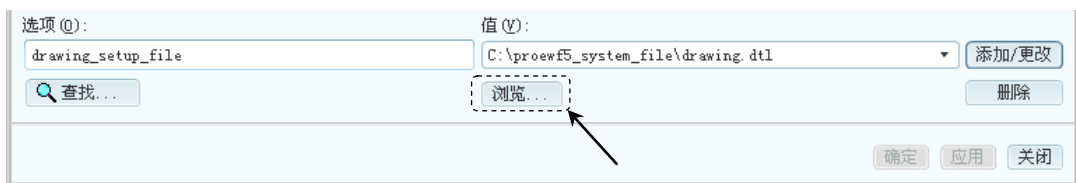

图 10.2.2 “浏览”按钮的位置
② 单击“选项”对话框下部的 **浏览...** 按钮，如图 10.2.2 所示。